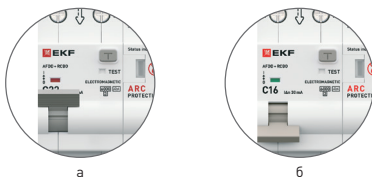

Рис. 5 – Механический указатель физического положения контактов
- Включенное положение – рукоятка УЗДП поднята вверх, индикатор красного цвета, как показано на рис. 5а.
- Выключенное положение – рукоятка УЗДП опущена вниз, индикатор зеленого цвета, как показано на рис. 5б.